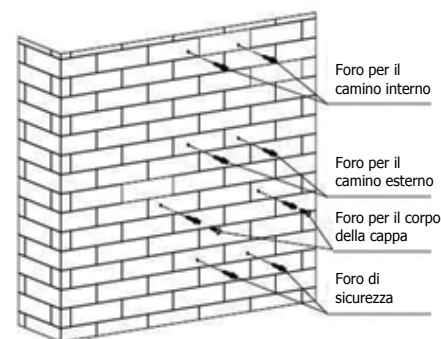

Figura 2
2. Utilizzando una punta da trapano con diametro di 8 mm, praticare 8 fori nel muro nella posizione in cui si prevede di installare il camino e il corpo della cappa. Vedere figura 2.
3. Inserire i tasselli nei fori praticati per il corpo della cappa e avvitare per metà corsa 2 viti di supporto ST4x40 mm, lasciandole sporgere di 2 mm dalla parete. Vedere figura 2.